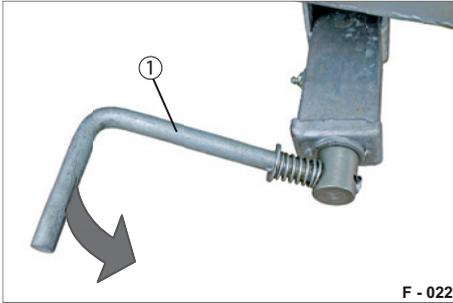

Abb. 47 Spindel-Feststellbremse lösen
- ▶ Lösen Sie den Haken (Abb. 46/2) von der Kurbel (Abb. 47/1).
- ▶ Drehen Sie den Kurbel (Abb. 47/1) um.
- ▶ Drehen Sie die Kurbel (Abb. 47/1) gegen Uhrzeigersinn bis zum Anschlag.